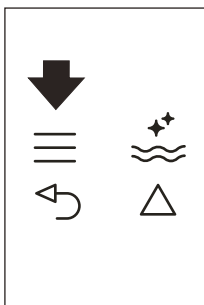
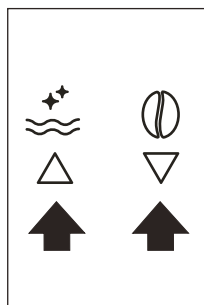

Fig. 22
Fig. 9
- Appuyez sur l'icône ≡ (B2) pour entrer dans le menu (Fig. 22). Appuyez sur les icônes △ ▽ (B7) et (B8) (Fig. 9) jusqu'à ce que le message « PROGRAM COFFEE » (PROGRAMMER CAFÉ) s'affiche.